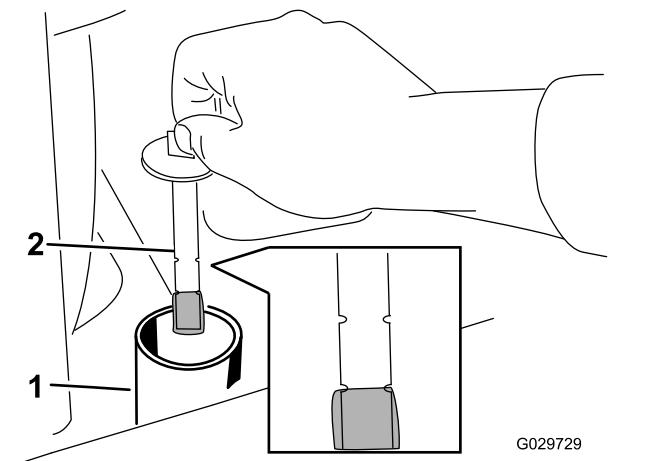

Figura 28
8. Togliete il tappo dal collo del bocchettone e controllate il livello del fluido sull'asta di livello (Figura 28).